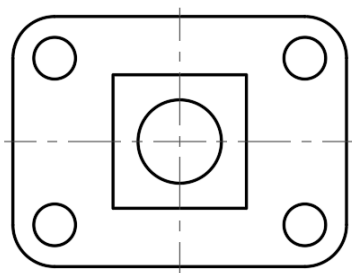

图 15-53 拉长中心线得到的图形效果
8 拉长中心线的长度。在功能区“默认”选项卡的“修改”溢出面板列表中单击“拉长”按钮，在“选择要测量的对象或 [增量(DE)/百分比(P)/总计(T)/动态(DY)] <增量(DE)>:”提示下选择“增量 (DE)”提示选项，接着输入长度增量为“5”，分别在要拉长的一端选择要修改的中心线，以使中心线各端均拉长到轮廓线外 5 处，如图 15-53 所示。